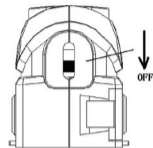

Fig. 1
1. Убедитесь что лазер выключен (рис.1)